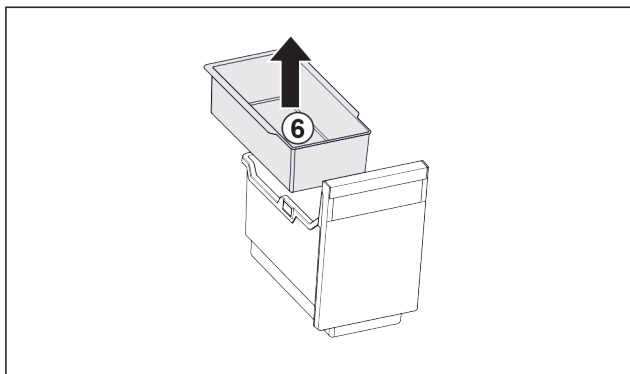

Fig. 118
- Rimuovere la vaschetta da agganciare Fig. 118 (6).